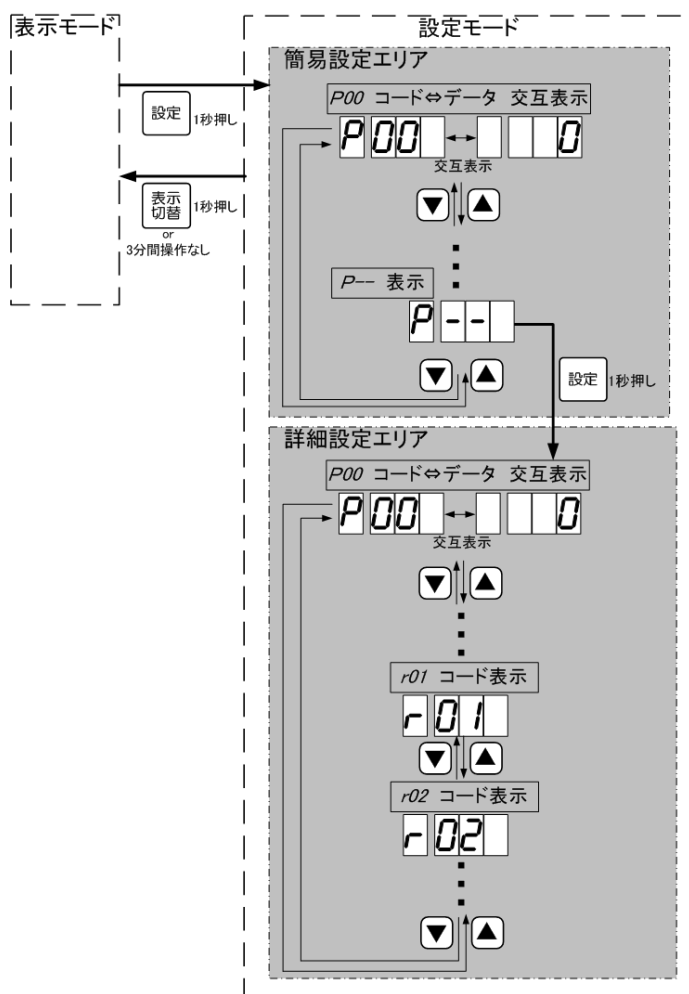

図 39 設定モード内のコード *r01* と *r02*
- ・ 警報履歴①は、コード r04 で、確認することができます。
- ・ 図 39 に、表示例を示します。
- ・ 警報履歴②は、コード r05 で、確認することができます。
- ・ 保存される警報は、警報履歴①以外(※)です。警報の内容及び、コード表示については、「8故障の原因と対策」を参照ください。